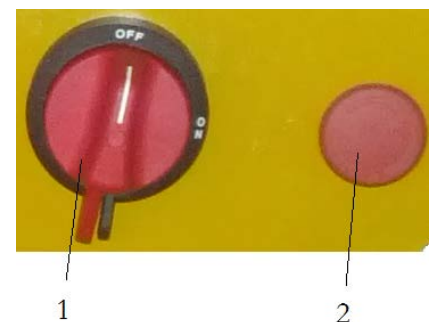

Рис. 2-13
(1) Убедитесь, что рычаг передвижения установлен в нейтральное положение, в противном случае двигатель не может быть запущен. Рычаг управления дроссельной заслонкой ставится в положение низких оборотов. Переключатель выбора амплитуды вибрации устанавливается в нейтральную позицию.
(2) Поверните главный выключатель аккумулятора 1 (красный) с правой стороны машины в положение ON, отпустите красную грибовидную кнопку 2 (рисунок 2-13) снаружи. Поверните переключатель блокировки запуска